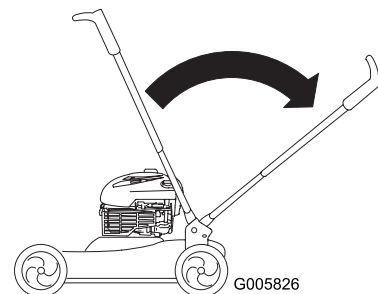

Figure 47
- Pour déplier le guidon, il suffit de le ramener à la position de fonctionnement (Figure 47).